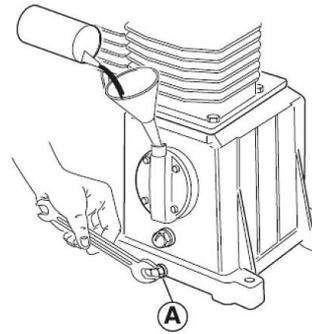

Abb. 18: Ölwechsel
Schritt 2: Nehmen Sie die Öleinfüllschraube bzw. den Verschluss-Stopfen oder Ölmesstab heraus, drehen Sie die Ölablass-Schraube (Pos. A, Abb. 18), heraus und sammeln Sie das Altöl in einem entsprechenden Behälter.